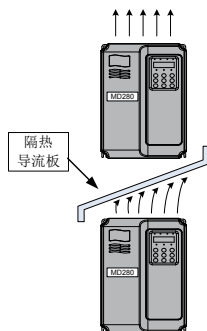

图 3-2 隔热导流板安装示意图
- 2) 请向上垂直安装变频器，便于热量向上散发。若柜内有多台变频器时，请并排安装。在需上下安装の場合，请参考图 3-2，安装隔热导流板；